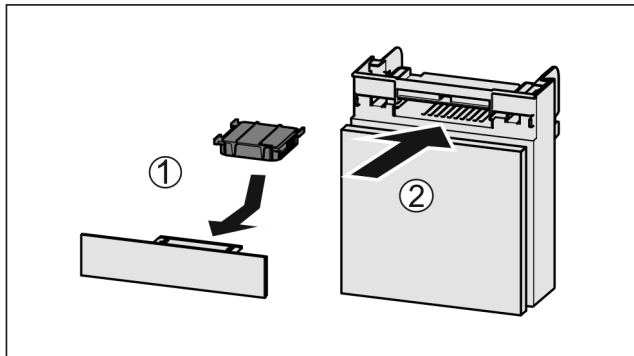

Fig. 143
- ▶ Sett inn Fig. 143 (1) aktivkullfilteret etter figuren.
- ▶ Skyv inn Fig. 143 (2) hyllen.